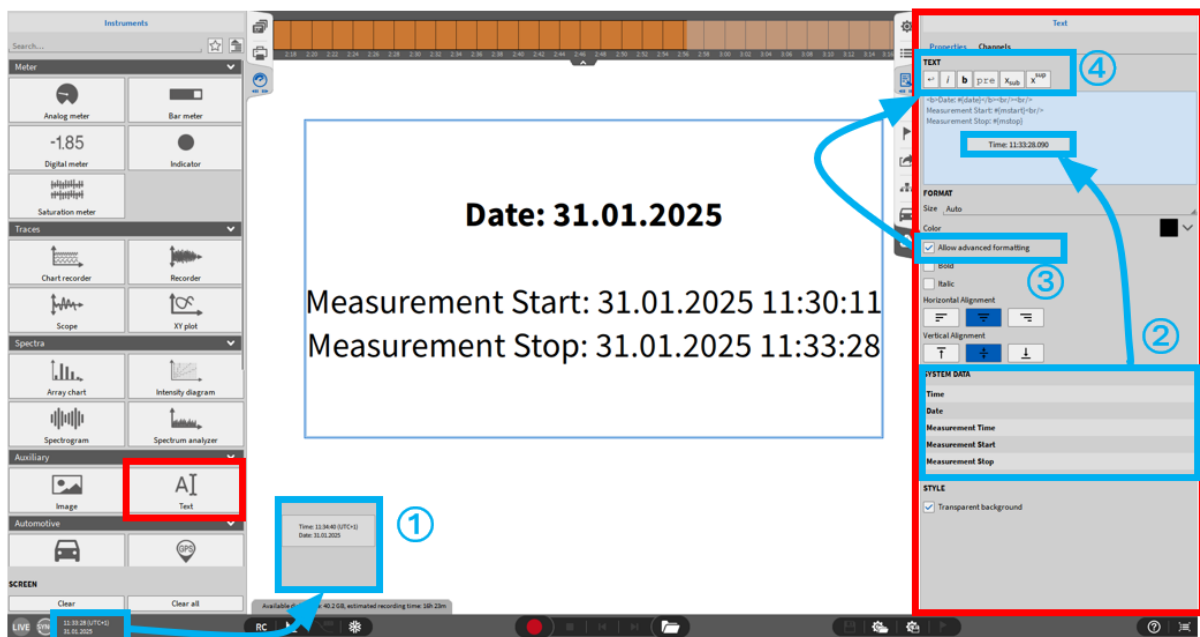

Abb. 8.33: Textinstrument - Übersicht
die horizontale und vertikale Ausrichtung geändert werden. Die erweiterten Textformatierungsoptionen (siehe ④ in Abb. 8.33) zur Formatierung nur bestimmter Wörter oder Zeichen anstelle des gesamten Textes, muss über das Kontrollkästchen (siehe ③ in Abb. 8.33) aktiviert werden.
1. Am Messbildschirm kann direkt die Zeit- und Datumsanzeige via Drag'n'Drop auf den Messbildschirm gezogen werden (siehe ① in Abb. 8.33). Dabei entsteht eine Textbox mit der entsprechenden Anzeige.
2. In den Instrumenteneigenschaften kann die Zeit, Datum oder Messzeit wiederum via Drag'n'Drop in das Textfeld gezogen werden (siehe ② in Abb. 8.33) oder auch durch einen Doppelklick hinzugefügt werden.